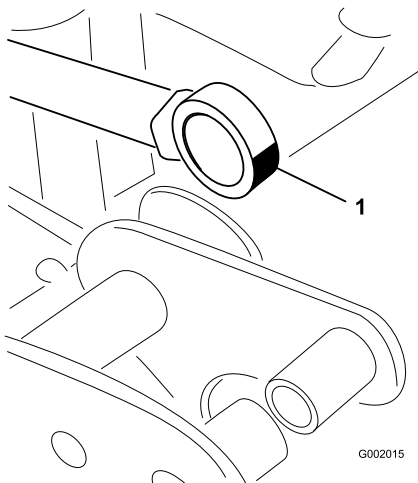

Figure 67
5. Faites pivoter le roulement au bout de la tige de vérin et appliquez de la graisse dans le roulement (Figure 67).